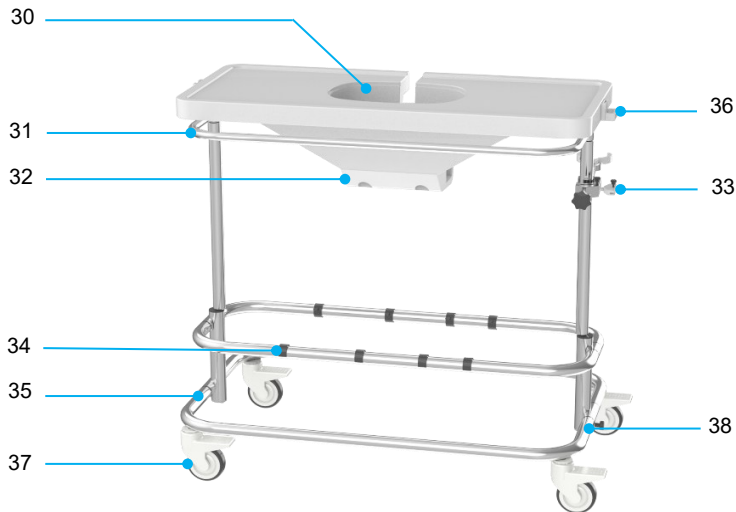

Figura 8 Carro
La unidad térmica y la unidad de bombeo están montadas en un carro (véase la Figura 8). El carro está equipado con ruedas giratorias con frenos y una barra de empuje para permitir el transporte intrahospitalario.
- Coloque el carro en la posición correcta y aplique los frenos en las ruedas giratorias (véase la Figura 8, elemento 35).
- Coloque el recipiente para el riñón en la cavidad de la mesa del Kidney Assist (Figura 8, elemento 30).
- Coloque el sensor de presión en los soportes, en el lateral de la mesa (véase la Figura 8, elemento 36).
- Coloque el oxigenador en el soporte del carro (véase la Figura 8, elemento 37) presionándolos en la abrazadera (véase la Figura 10).